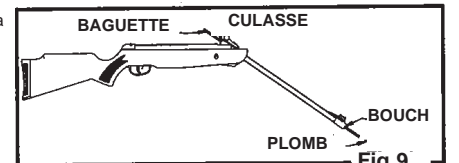

Fig. 9
- Si c'est le cas, insérez une baguette de nettoyage dans la culasse et poussez le plomb hors de la bouche. Ne tentez pas de réutiliser ce plomb (Fig. 9).